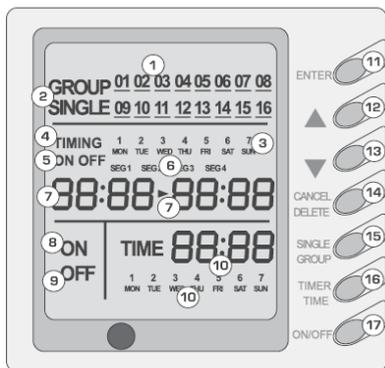

Рис. 6.1
6.1 В качестве опции может использоваться пульт централизованного управления со встроенным недельным таймером. (Рис. 6.1)
### Комментарии к Рис. 6.1